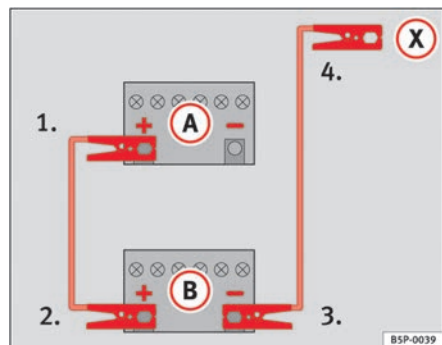

Fig. 171 Esquema de conexión de los cables de emergencia
En la ⇒ fig. 171 **A** representa a la batería sin carga y **B** a la batería con carga.
1. Emborne un extremo del cable de emergencia rojo al polo positivo ⇒ fig. 171 **+** del vehículo con la batería descargada ⇒ ⚠.